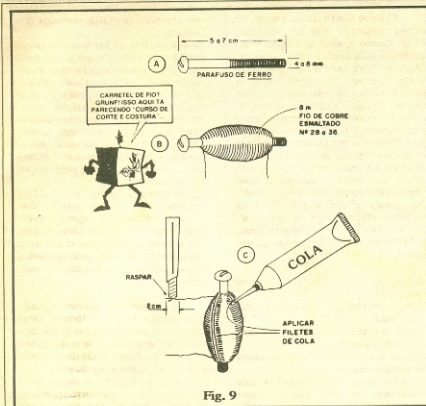

Fig. 9
**FIG. 9-A** - Parafuso que será usado como núcleo do nosso eletroímã. Embora a figura mostre um de "cabeça redonda", com fenda, e dotado de rosca parcial, nada obsta, naturalmente, que se use um de cabeça sextavada ou quadrada, sem fenda, com rosca total, etc. O que interessa mesmo são as dimensões gerais e o material (ferro).
**FIG. 9-B** - Procurando ocupar cerca de 3 cm. na parte central do parafuso/núcleo, os 8 metros de fio de cobre esmaltado devem ser enrolados, firmemente, com espiras bem juntas, uma sobre a outra (sem muita preocupação "estética"...)...
**FIG. 9-C** - Depois de acomodado todo o comprimento do fio no enrolamento, convém aplicar alguns filetes de cola ao longo da bobina, de modo a fixar bem as espiras (evitando que o fio se desenrole e a bobina se desmanche...). Deixar "sobrando", em cada extremidade do fio, de 10 a 15 cm. para futuras conexões. Outra providência IMPORTANTE: cerca de 2 cm. da camada de esmalte em cada uma das pontas do fio devem ser removidos (raspando-se com um estilete, faça ou qualquer outra ferramenta-afiada). Se esse esmalte (isolante) não for retirado, não será possível fazer as ligações elétricas à bobina...